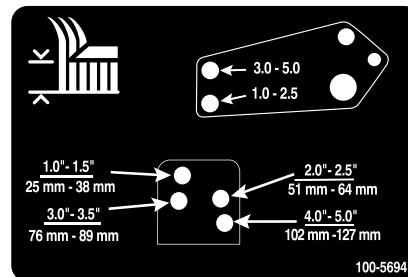

Рисунок 26
- Совместите отверстия тяг демпферов с выбранными отверстиями кронштейнов высоты скашивания в раме деки газонокосилки, вставьте шплинтуемые штифты и зафиксируйте их игольчатыми шплинтами (Рисунок 26).